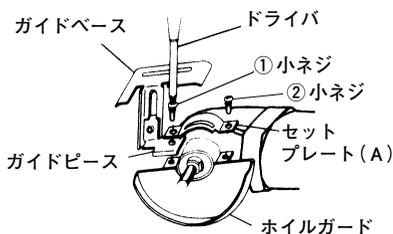

図 9
- ガイドベース組の取付け (図 9)
- (1) ホイールガードの小ネジ(2本)をゆるめます。
- (2) ガイドピースをホイールガードとセットプレート(A)の間にはさみ込み、①小ネジを十分締付け、動かないように固定します。
- (3) ホイールガードの角度を作業に合った位置にセットし、②小ネジを十分に締付け、ホイールガードを固定します。